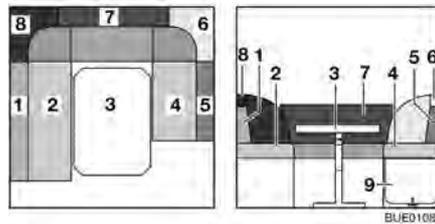

Bild 89 Vor dem Umbau
- Tisch (Bild 89,3) zum Bettunterbau umbauen (siehe Abschnitt 6.11).
- Bettkasten-Verlängerung (Bild 89,9) entriegeln und nach oben klappen.